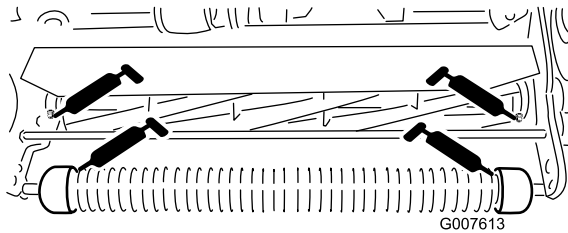

图18
- 前滚筒上 2 个 图18
- 滚刀轴承上 2 个 图18